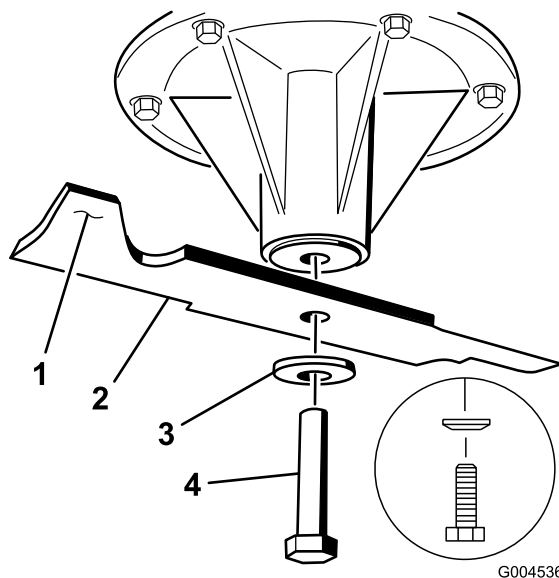

Figure 84
1. Placez la lame sur l'axe (Figure 84).
2. Mettez en place la rondelle élastique et le boulon de la lame (Figure 84).
Remarque: Le cône de la rondelle élastique doit être dirigé vers la tête du boulon (Figure 84).